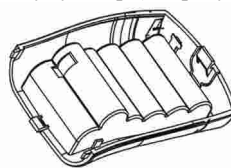

Рисунок 3
2. Установите аккумулятор (см. рисунок 3).